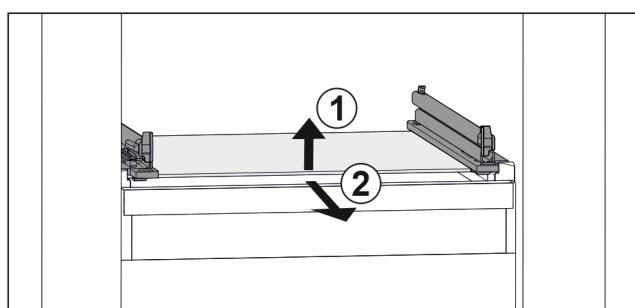

Fig. 112 Príklad zobrazenia sklenej dosky
- Nadvihnite sklenenú dosku vpred. Fig. 112 (1)
- Odoberte sklenenú dosku dopredu. Fig. 112 (2)